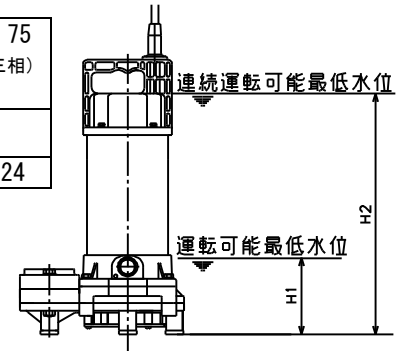

図 4
- (9) 運転可能水位を図4に示します。
- (10) 槽内に満水警報の設置を推奨します。当社にて警報盤と水位制御用フロートスイッチを用意していますのでご用命ください。
- (11) 電極棒をご使用の場合は扱液により誤動作を起こす場合がありますのでご注意ください。